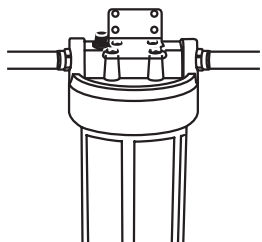

Figura 6
- 8** Instale el soporte en el cabezal del filtro con los cuatro tornillos de cabeza Phillips que se proporcionan (Figura 6). Si perfora previamente los orificios, use el soporte como una plantilla para las ubicaciones de los orificios para los tornillos.